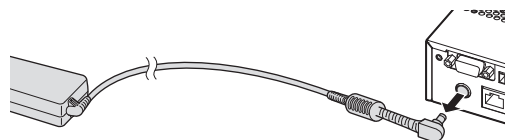

Fig. 2
- 3) Mantenere la spina dell'adattatore CA e scollegare dal terminale <DC IN>. (Fig. 2)